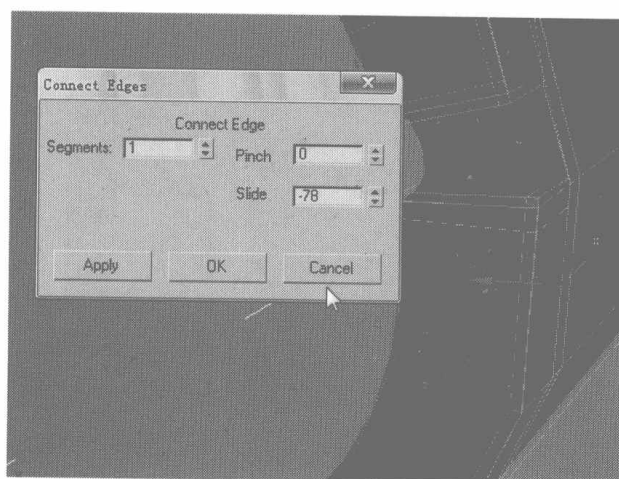
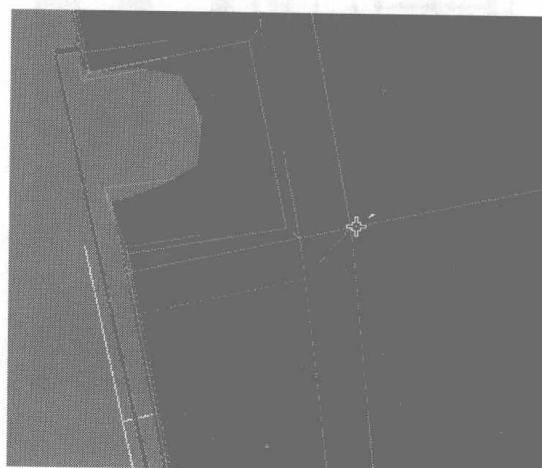

图 6.480
图 6.481
- 82** 在凹槽两侧分别添加一条细分线，如图 6.480 所示，在 Edit Geometry 卷展栏中单击 **Cut** 按钮，添加如图 6.481 所示的细分线。